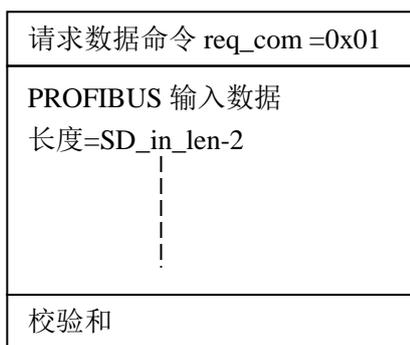
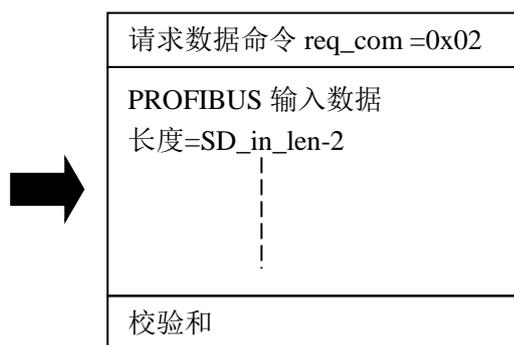
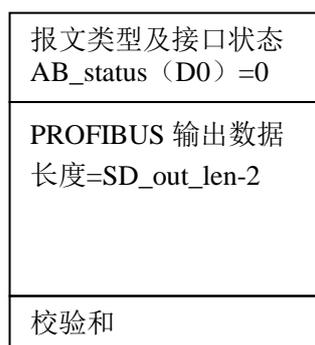

图 4-14 用户板发输入数据报文
图 4-16 正确地接收了接口板回答的输出数据报
图 4-17 接口板回答输出数据报格式 A，其中用户参数已更新标记
② 如果 AB_status (D0)=1，见图 4-13：表明接口板用户参数数据已由主站更新。因此，用户模板应在发送输入数据报文中置“请求数据命令 req_com =0x01”，见图 4-14，即：请求读用户参数；接口板将回答输出数据报文格式 B，即回答用户参数数据。见图 4-15。如果用户板正确地接收了接口板回答的输出数据报文格式 B，应发请求数据命令 req_com=0x02（见表 4-4：请求数据命令 req_com），清除用户参数已更新标记 AB_status (D0)，否则，AB_status (D0)将保持为 1，见图 4-16 和图 4-17。